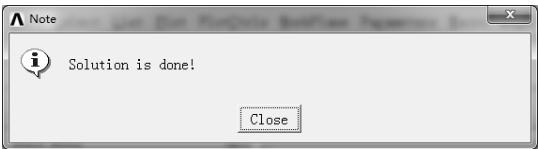

图 7-94 “Note”对话框
- 2) 单击“Solve Current Load Step”对话框中的“OK”按钮，程序开始求解，求解完成后弹出“Note”对话框，如图 7-94 所示。单击“Close”按钮关闭。